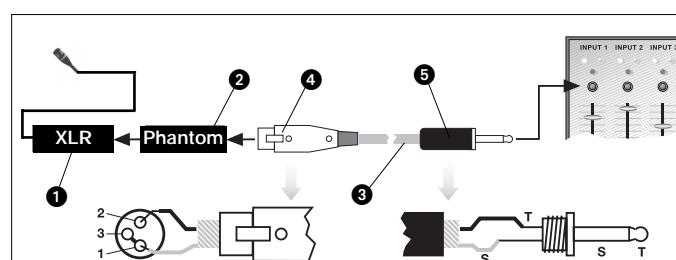

Abb. 4: Anschluss an asymmetrischen Eingang
2.3.2 Anschluss an asymmetrische Eingänge Siehe Abb. 4.